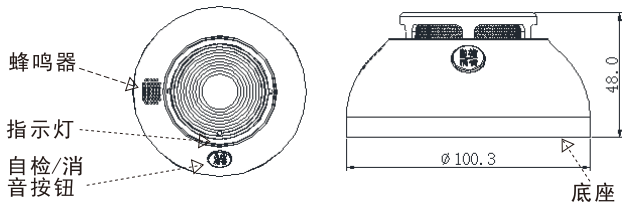

图1. 感烟探测器外形示意图
- 4.1感烟探测器外形尺寸示意图，如图1所示（单位：mm）